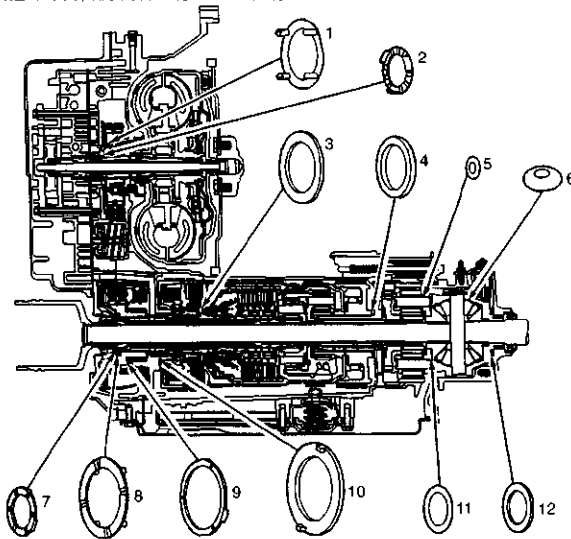

图2-99 止推垫圈位置
**注意：**在相应的重装步骤中必须重新检查变速驱动桥解体过程中检查过的轴向间隙。关于止推垫圈、推力轴承、衬套和密封圈的安装方向和安装位置（图 2-99~图 2-103）。